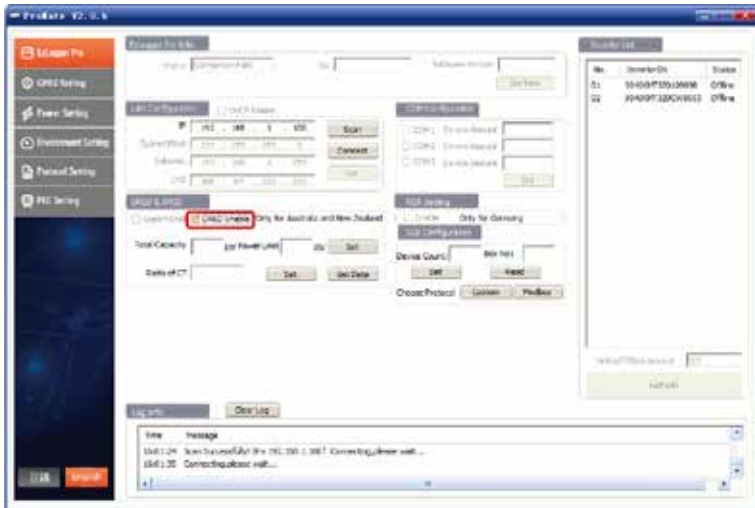

Figura 5.2-13 Ativar DRED
2. Relação de corrente do TC: Relação de corrente de entrada e saída nominal do transformador de corrente. Por exemplo, relação indicada 200/5, então a configuração da relação de corrente do CT é 40. Clique no botão “Iniciar usando DRED” após a configuração terminar para alcançar a configuração. Como mostrado na figura 5.2-13.